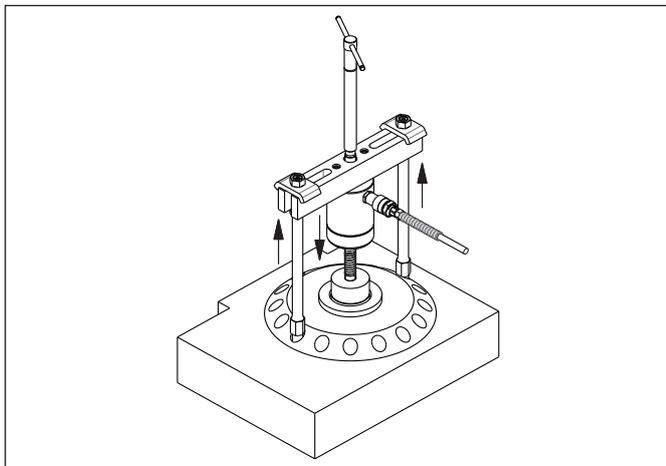

Рис. 11, Съемник-хомут для подшипников (типичная конфигурация)
Съемник-хомут для подшипников может использоваться отдельно, путем крепления ножек непосредственно к снимаемой детали (см. Рис. 11). В этом случае ножки съемника необходимо ввинтить непосредственно в деталь (спецификации резьбы см. в разделе 11.7). Другой вариант использования съемника-хомута – в сочетании с насадками: сегментным съемником подшипников (см. раздел 7.5), или съемником обжимом подшипников (см. раздел).
- Установите съемник на подшипник, шкив или другую снимаемую деталь. Выровняйте ножки съемника. См. Рис. 11.